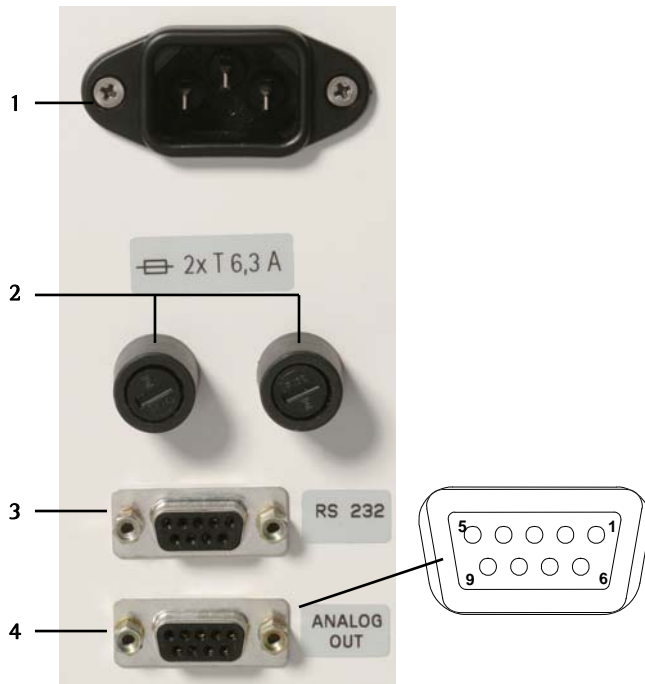

Fig. 39: Face arrière de l'appareil
2. Contrôlez les fusibles sur la face arrière de l'appareil voir fusible, pos. (3) et pos. (4) à la Fig. 39. Un fusible défectueux est reconnaissable à la cassure du fil ou à une couleur foncée.
Douille, 9 pôles Sub-D	0 ... 10 V (résistance terminale min. = 10 kΩ) (occupation des touches voir Point 3.4, Fig. 39) 0 ... 20 mA ou 4 ... 20 mA (en option) (résistance terminale maxi = 500 Ω)